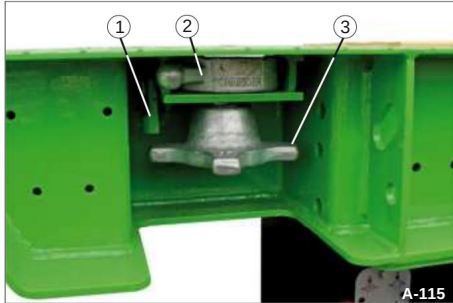

Bild 137 Lås helt nedsänkt
- Lyft fallsäkringen (bild 137/1) och säkra den.
- Skruva loss klämmuttern (bild 137/3).
- Vrid den spårförsedda bussningen (bild 137/2) åt höger.
- Lyft och vrid klämmuttern och svängappen (bild 137/4) samtidigt.
Styrhysan (bild 137/5) kommer ut upptill.
- Fäst klämmuttern med fallsäkringen (bild 137/1).
ÿ Lyft fallsäkringen (bild 137/1) och säkra den.
ÿ Skruva loss klämmuttern (bild 137/3).
ÿ Fäst klämmuttern med fallsäkringen (bild 137/1).